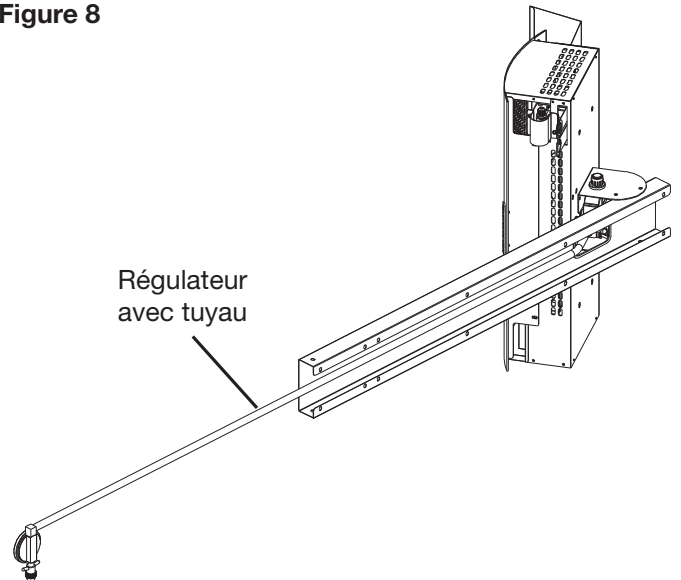

Figure 9
3. Réinstaller le panneau arrière du montant supérieur. (Figure 9)
4. Insérer le montant central dans le montant supérieur et le fixer à l'aide de 6 pièces de quincaillerie **A**. (Figure 9)